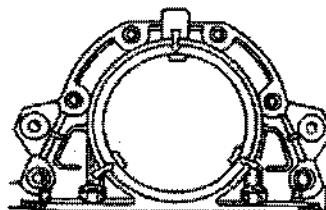

Fig. 2-14. Suporte do vedador traseiro: as setas indicam as saliências de centralização do suporte e vedador, no flange.
5. Posicionar, no flange traseiro da árvore de manivelas, a junta do suporte do vedador traseiro e, nos alojamentos do suporte, posicionar os parafusos de fixação da placa dianteira da carcaça da embreagem (fig. 2-14). Posicionar o suporte juntamente com o vedador, por sobre o flange da árvore de manivelas, utilizando-se do mandril 41.7B53.4011. Fixar o suporte do vedador com os respectivos parafusos.